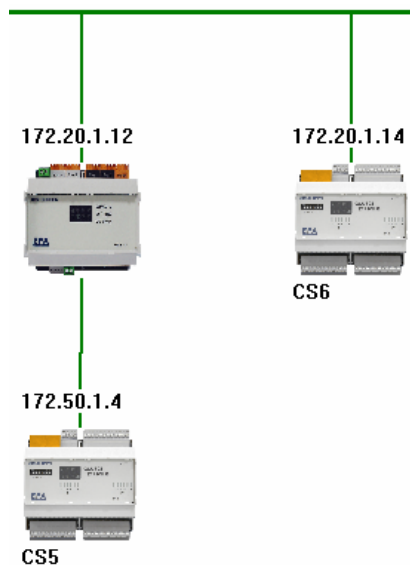

图 4-3 G3 控制站结构
- G3 控制站结构如图 4-3所示，左侧通过网桥模块连接控制网，右侧为直接连接控制网。